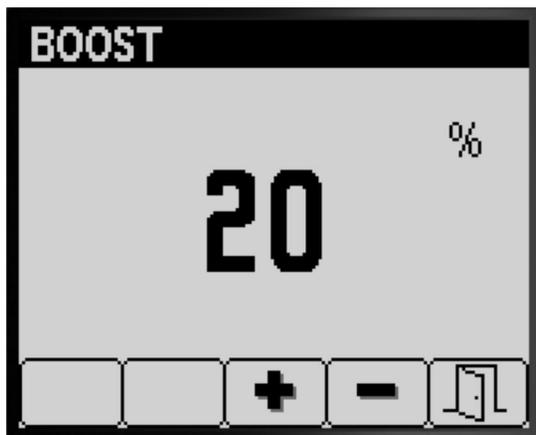

Figure 9
2. Appuyez sur le bouton 4 pour sélectionner l'option « % intensif » (Figure 9).
3. Appuyez sur le bouton 3 ou 4 pour augmenter ou réduire le pourcentage de débit intensif (Figure 9).